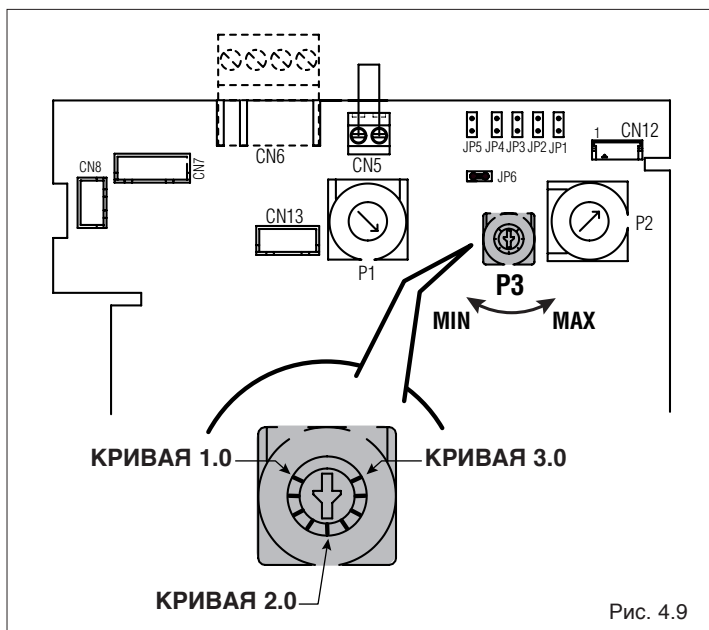
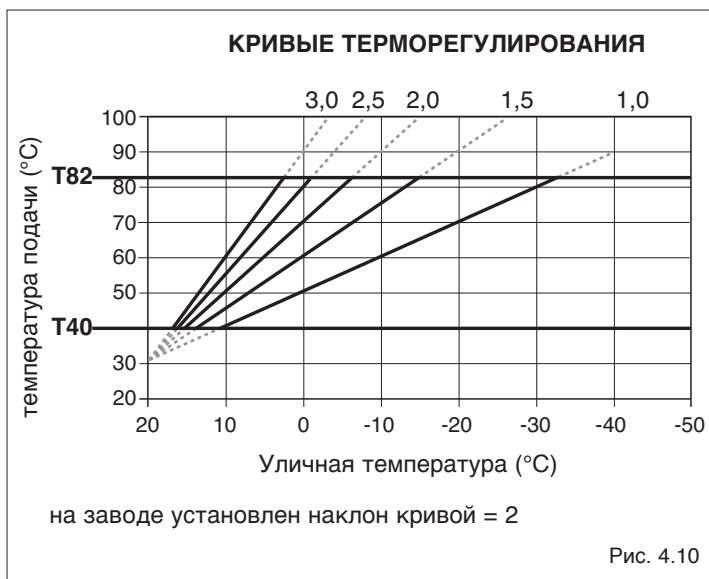
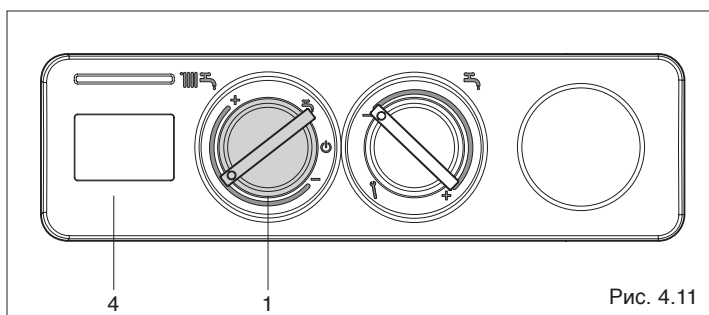

Рис. 4.9
Рис. 4.10
Рис. 4.11
Для изменения заданной кривой терморегулирования в режиме отопления необходимо открыть щиток с приборами (смотри "Электрическое подключение" на странице 15 и последующих) и изменить положение потенциометра (P3, Рис. 4.9).
Кривые терморегулирования можно менять от 1.0 до 3.0. В качестве примера на Рис. 4.9 потенциометр установлен на значение 2.0). График зависимости заданной температуры в подающем трубопроводе от наружной температуры приведён на Рис. 4.10 он приведён для заданной температуры котла 20°C, когда переключатель (1, Рис. 4.11) находится в промежуточном положении.
На одной и той же кривой терморегулирования и для той же самой наружной температуры, в случае необходимости, можно изменять заданную температуру котла с помощью переключателя функций (1, Рис. 4.11). При повороте переключателя (1, Рис. 4.11), на дисплее (4, Рис. 4.11) отображается заданная температура воды в подающем трубопроводе, которая зависит от наружной температуры, от заданной температуры котла и от выбранной кривой погодозависимого терморегулирования. После того как переключатель будет отпущен, через несколько секунд снова начнёт отображаться текущая температура котла.
Когда переключатель режимов работы находится в промежуточном положении (1, Рис. 4.11) не происходит корректировки заданной температуры воды в подающем трубопроводе, показанной на Рис. 4.10. Если возникнет необходимость изменить заданную температуру воды в подающем трубопроводе, для того чтобы повысить комфорт в помещениях, можно внести следующие корректировки:
- при повороте переключателя (1, Рис. 4.11) в сторону «->», заданная температура в подающем трубопроводе уменьшится;
- при повороте переключателя (1, Рис. 4.11) в сторону «+», заданная температура в подающем трубопроводе увеличится.